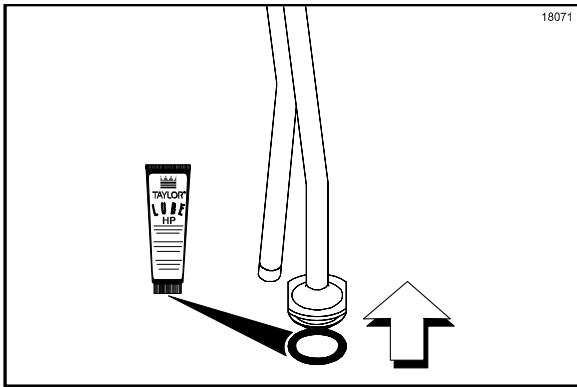

Figura 93
8. Lubrifique e instale o anel de vedação de 1" no canal do tubo de escoamento. (Veja a Figura 93.)